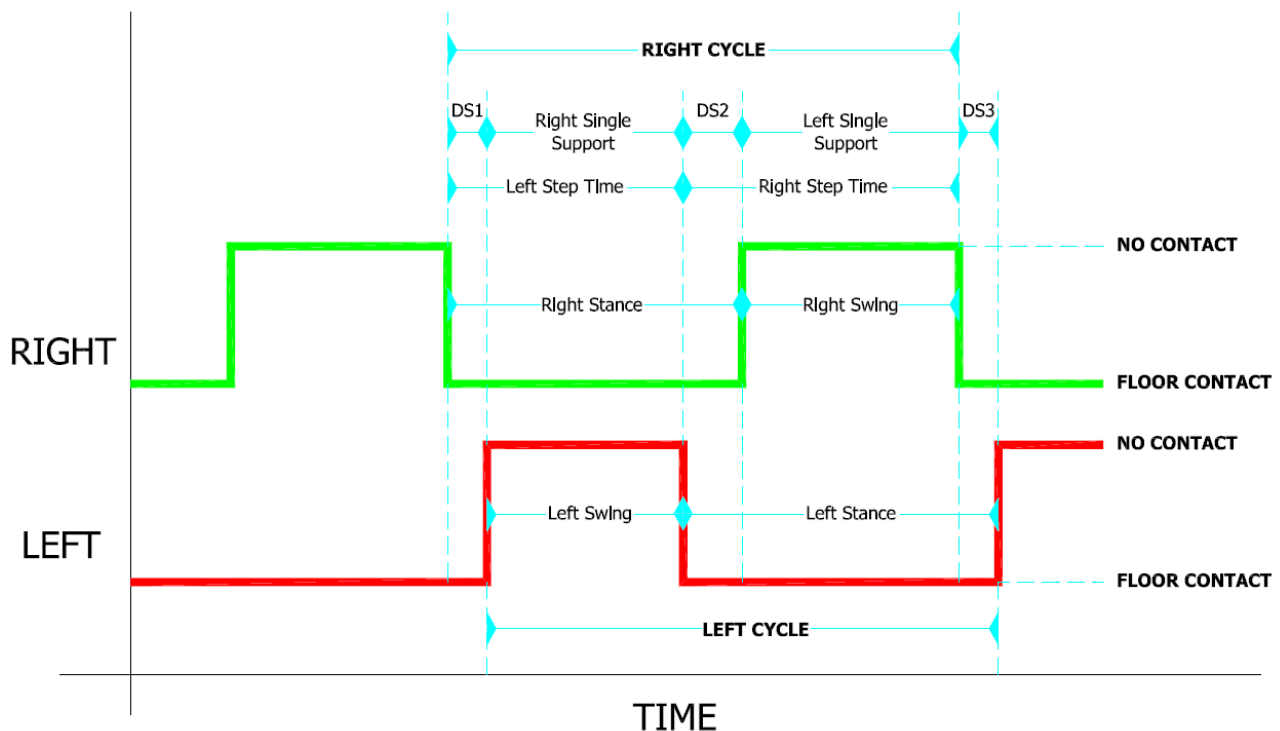

Abb. 126 – Bezeichnungen der Gait Analysis
Jeder Gait Cycle besteht aus zwei Zeitabschnitten – **Double Support** –, in denen beide Füße den Boden berühren: die erste Double Support-Phase (DS1 in Abb. 126 – Bezeichnungen der Gait Analysis
- **Total Double Sup [s | %]:** Dies ist die Summe der zwei in DS1 und DS2 in der Abb. 126 – Bezeichnungen der Gait Analysis
- **Init Double Sup.[s | %]:** Ist die erste Zeit des Double Support (DS1 in Abb. 126)
- **Terminal Double Sup. [s | %]:** Ist die zweite Zeit des Double Support (DS2 in Abb. 126)